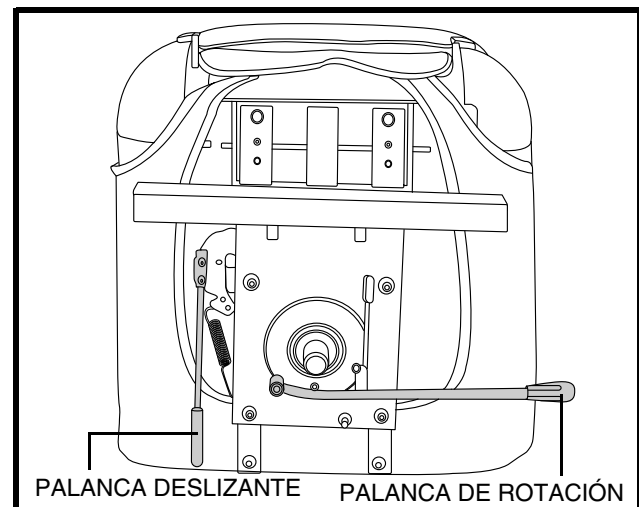

Figure 16. Palancas de ajuste del asiento
1. Tire hacia arriba de la palanca de bloqueo para desbloquear el asiento (**fig. 16**).
Puede colocar el asiento más hacia delante o hacia atrás para ajustar la distancia entre el asiento y el manillar (fig. 16).